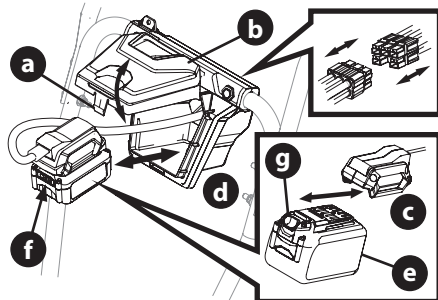

Figure 61
1. Instalación del paquete de baterías (Figure 61):
NOTA: Si es necesario, el adaptador de la batería se puede desconectar del arnés de cableado de arranque de la batería (Insertar, Figure 61).
2. Extracción del paquete de baterías (Figure 61):